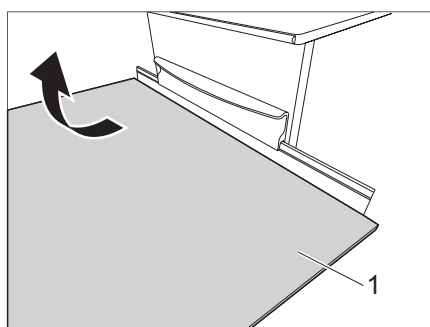

Figure 32 Mettre en place le plateau de table
- Pivoter le plateau de table (Figure 32, 1) vers le haut et insérer le pied d'appui (voir le chapitre 7.6.2).